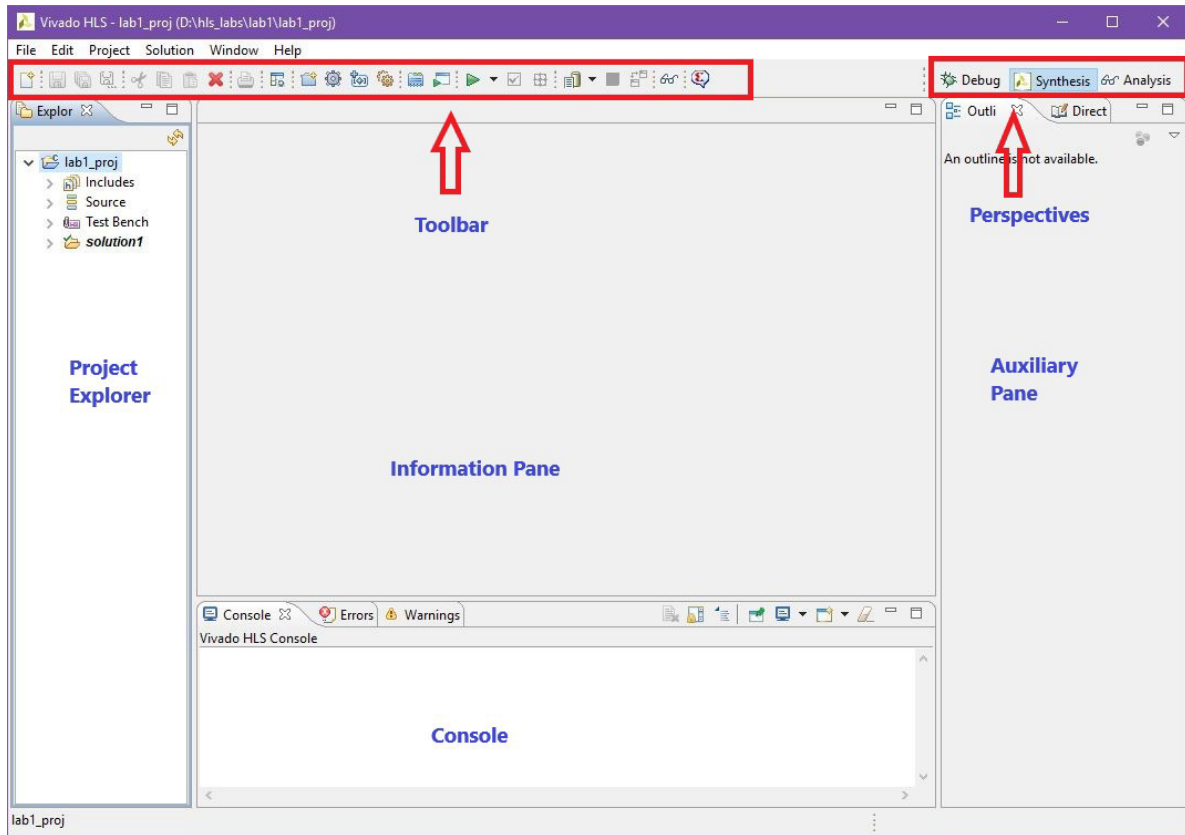

Abbildung 6: Vivado HLS Graphical User Interface
- Bevor wir fortfahren soll hier die in Abbildung 6 gezeigte graphische Oberfläche (GUI) von Vivado HLS besprochen werden. Da die GUI auf Eclipse aufbaut, werden Sie sich schnell zurecht finden, wenn Sie mit der Eclipse-Oberfläche vertraut sind. Über die Toolbar können die meisten der nachfolgenden Operationen gestartet werden (Simulation, Synthese, Cosimulation, Export). Wenn Sie mit der Maus über die Toolbar-Buttons fahren, sehen Sie welche Operation ausgeführt wird. Die Perspectives sind aus Eclipse bekannt und ermöglichen ein schnelles Umschalten der Gesamtansicht, je nach Aufgabenstellung (Debug, Synthesis, Analysis). Der Project Explorer ermöglicht Ihnen die Navigation durch den Quellcode und durch die Ergebnisse der Operationen in den einzelnen Solutions. Im Information Pane werden die Dateien geöffnet (Quelldateien, Reports). Im Auxiliary Pane